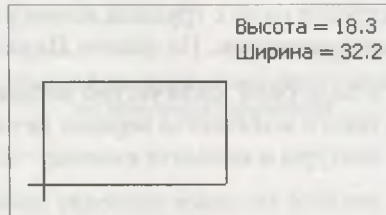

Рис. 6.3. Построение прямоугольника по двум точкам
- ♦ если известно положение его вершины (точка  $t_2$ ), то задайте ее, щелкнув ЛК мыши, а высоту и ширину прямоугольника система определит автоматически. Прямоугольник построен (рис. 6.3);